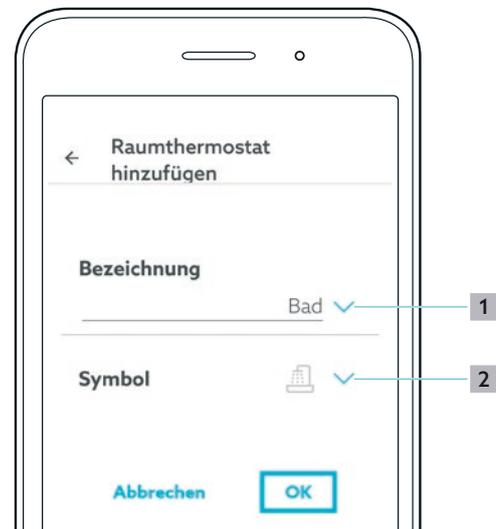

Abb. 13: ClimaCon F App Startbildschirm
Indem Sie auf den Pfeil (Position **1** in Abb. 13 auf Seite 16) tippen, haben Sie die Möglichkeit, aus einer vorgegebenen Liste die passende Auswahl zu treffen.
**6** Wählen Sie ein passendes Symbol aus der Liste (Position **2** in Abb. 13 auf Seite 16) aus.